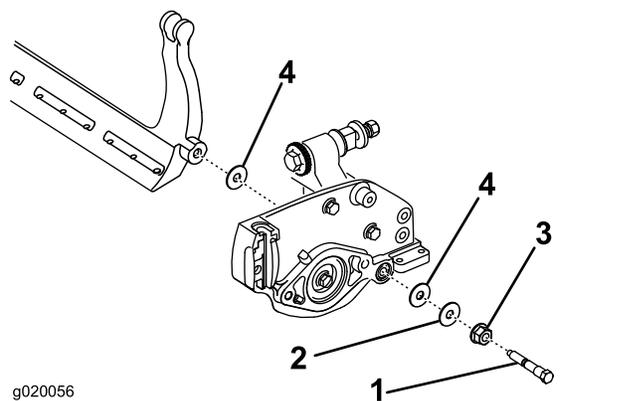

图23
取下底刀架两端的2个尼龙垫圈和1个钢垫圈图23。
3. 将尼龙垫圈放在侧板凸起的一侧。在两个尼龙垫圈的外侧各放一个钢垫圈图23。